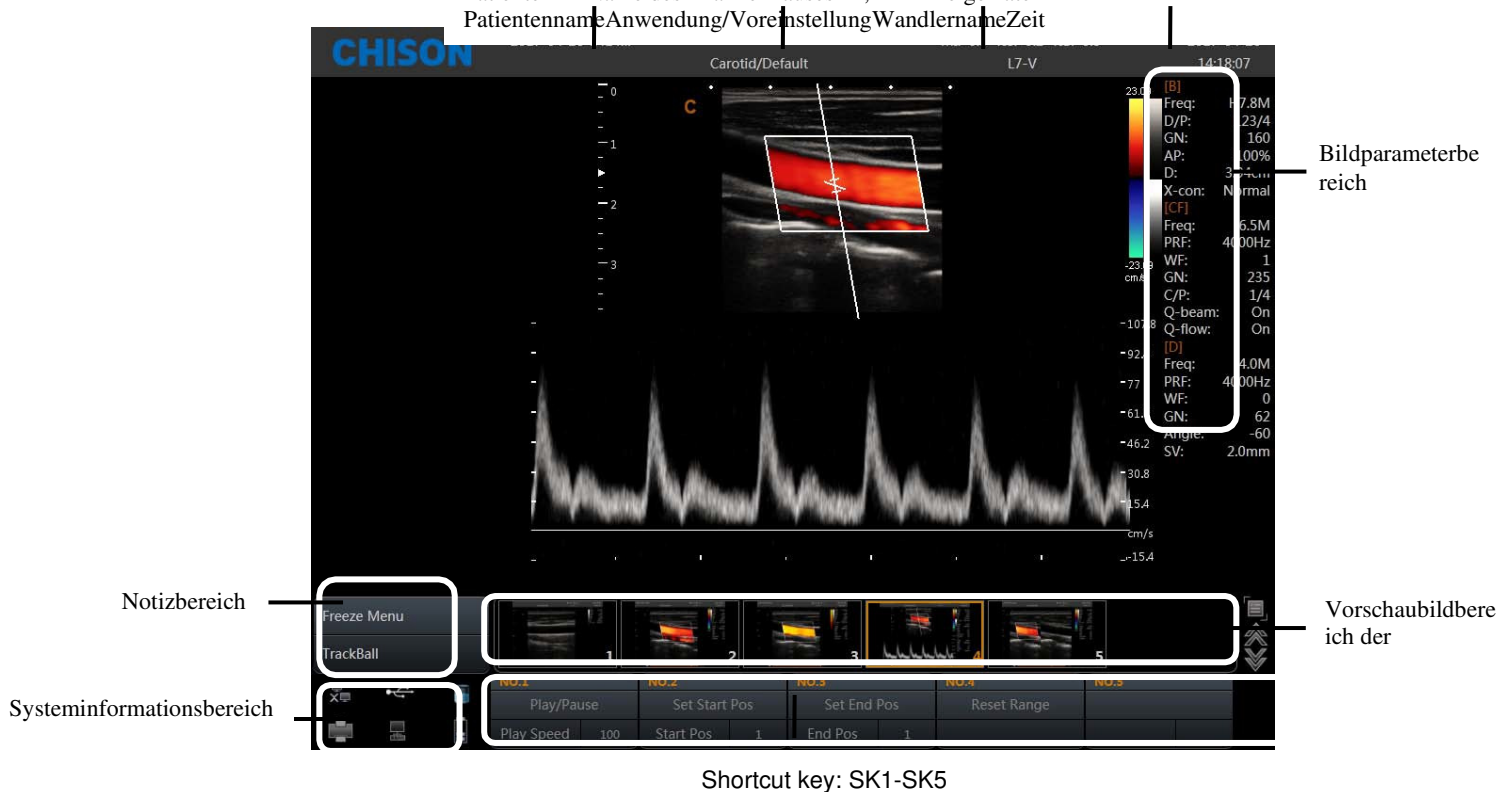

Abb. 4-3
- Bedienungshinweisbereich: Die erste Zeile zeigt den Status des aktuellen Systems an. Die zweite Zeile zeigt die aktuelle Funktion des Trackballs an. In Abb. 4-3, zeigt die erste das "Freeze-Menü". Es bedeutet, dass das System in gefrorenem Zustand ist. Die zweite Zeile zeigt "Bild abrufen". Es bedeutet, dass der Trackball die Bilder im aktuellen Status abrufen kann.